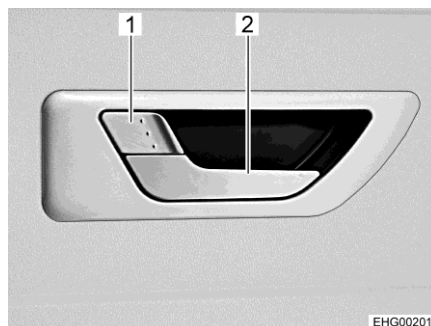

Fig. 48 Serrure de la porte cellule
- Quand la serrure de la porte est verrouillée : Tirer sur la longue poignée de la porte (Fig. 48,2). La porte est déverrouillée et ouverte.
- Appuyer sur la courte poignée (Fig. 48,1) quand la porte est fermée.